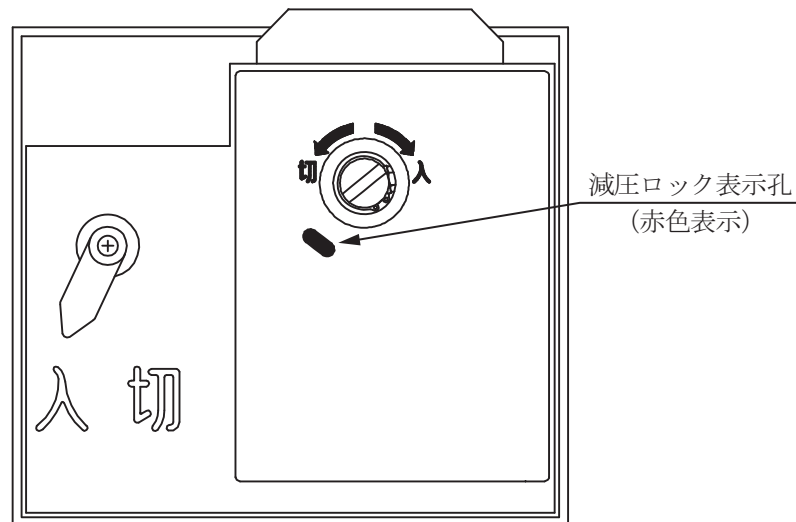

図1
- ①扉鍵× 1
- ②開閉器操作ハンドル(着脱式)× 1
- ③圧縮端子× 6
- ④端子カバー× 6
- ⑤グリス× 1
- ⑥スペーサ(ライナ)× 5
- ①減圧ロック装置は、封入ガス圧力が10～15 kPa・G以下に低下すれば動作します。
- ②減圧ロックすれば、図1のように減圧ロック表示（赤色）が出て、ハンドルでの「入」「切」操作ができなくなるため、開閉器の開閉状態は減圧ロック装置動作時点のまま維持します。
- ③制御装置は開閉器より減圧ロックの信号を受け、トリップコイル（TC）の回路を断路します。